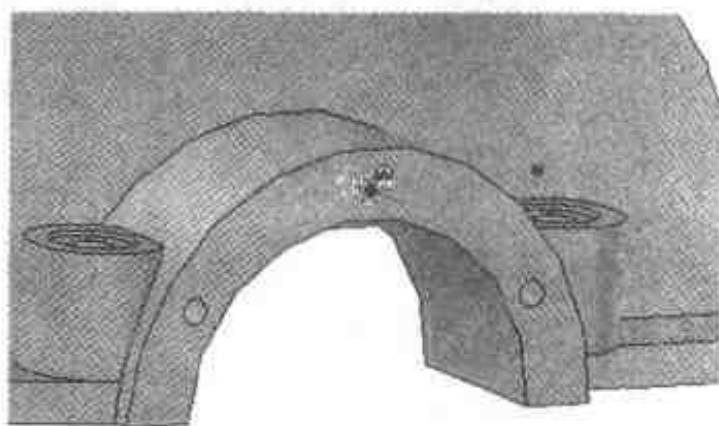

图 2.48 另一侧的 3 个孔
(17) 在另一侧再次应用步骤(14)~(16)，完成同样的 3 个孔，结果如图 2.48 所示。